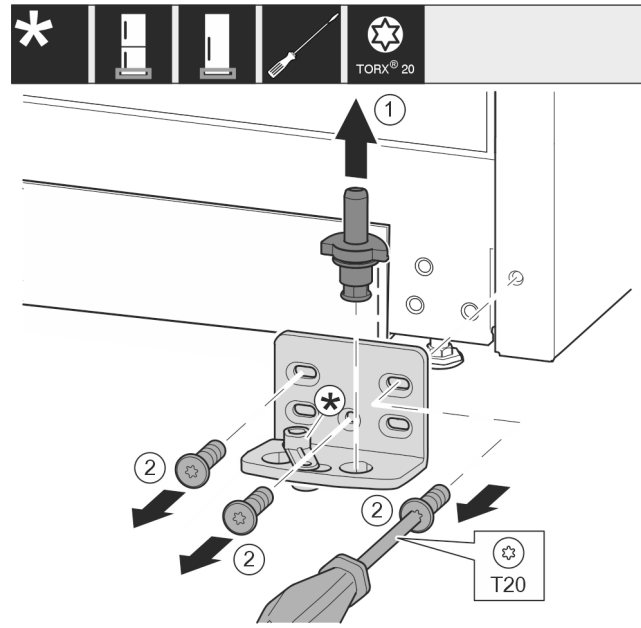

Fig. 13
- ▶ Lagerbolzen Fig. 13 (1) komplett nach oben herausziehen.
- ▶ Schrauben Fig. 13 (2) mit Schraubendreher herausdrehen und Lagerbock abnehmen.